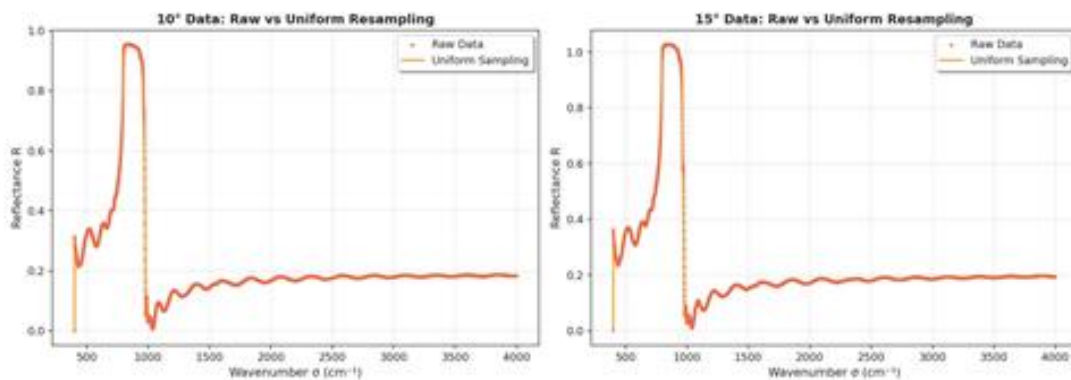

图2 等间距重采样后数据图
等间距重采样后得到数据如图2所示。其中 raw 代表原始数据, Uniform Sampling 代表处理之后的数据。
由图2可以看出, 在原始光谱中, 低波数区域 (约 1000 cm^{-1} 以下), 出现了明显的高反射率平台与陡降, 这是由碳化硅材料的声子极化子 (Reststrahlen) 区引起的物理效应: 当波数位于横光学声子 (TO) 与纵光学声子 (LO) 频率之间时, 介电常数为负, 表面反射率接近 1; 而在 LO 边附近 (约 $970 - 1000 \text{ cm}^{-1}$) 会出现剧烈的色散与吸收, 导致光谱中出现“暴涨 暴跌”的特征。这一区域的信号主要受材料本征吸收主导, 而不再体现出稳定的干涉条纹。